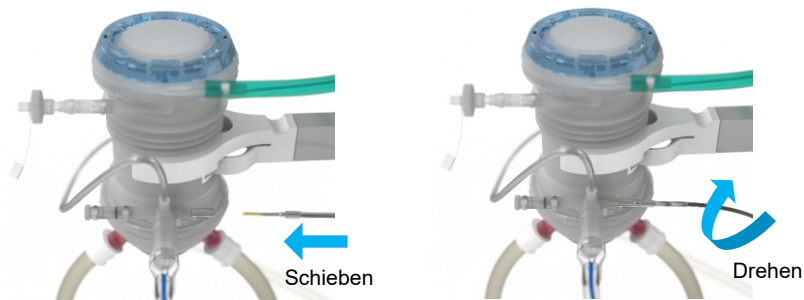

Abbildung 13 Anschluss des Temperatursensors an den Oxygenator
- Schließen Sie den roten T1-Sensor an den Ausgang des Oxygenators an (Abbildung 13).